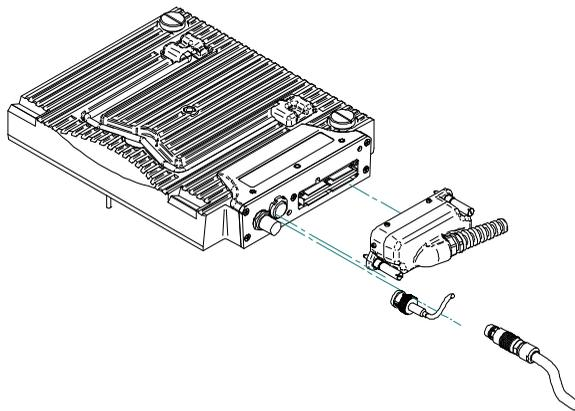

Figure L-2 Module EC multiéléments avec connecteurs
1. Aligned correctement le connecteur de la sonde EC multiélément en appariant les doigts de guidage avec la prise de module EC ARRAY (voir la Figure L-2 à la page 187).